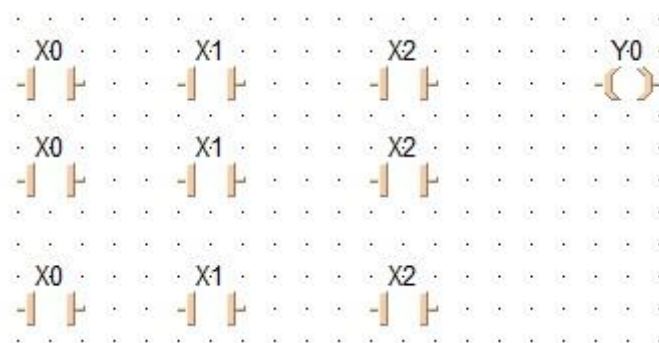

Figura 1-16 Fixare denumire intrări și ieșire
4. Acționare mouse printr-un click pe "?" de deasupra intrărilor și ieșirii, respectiv introducerea adreselor FP asociate elementelor, X0, X1, X2 și Y0 cu majuscule (vezi figura 1-16);